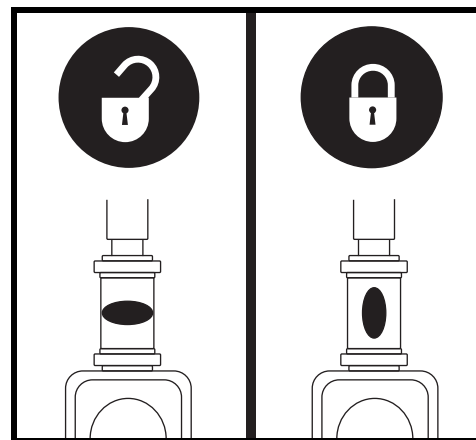

Abb. 25. Lenkersicherungshebel
2. Justieren Sie den Lenker in eine gerade Position, indem Sie den Lenkersicherungshebel eindrücken und gleichzeitig 90° im Uhrzeigersinn drehen. **Siehe Abb. 25.** Das Vorderrad muß nach vorne gerichtet sein, um den Lenker festzustellen.
1. Schlüssel aus dem Schlüsselschalter entfernen und Justieren Sie den Lenker in eine gerade Position, indem Sie den Lenkersicherungshebel eindrücken und gleichzeitig 90° im Uhrzeigersinn drehen. **Siehe Abb. 25.** Das Vorderrad muß nach vorne gerichtet sein, um den Lenker festzustellen.
6. Entsichern Sie das Vorderrad, indem Sie den Lenkersicherungshebel 90° gegen den Uhrzeigersinn drehen. **Siehe Abb. 25.**